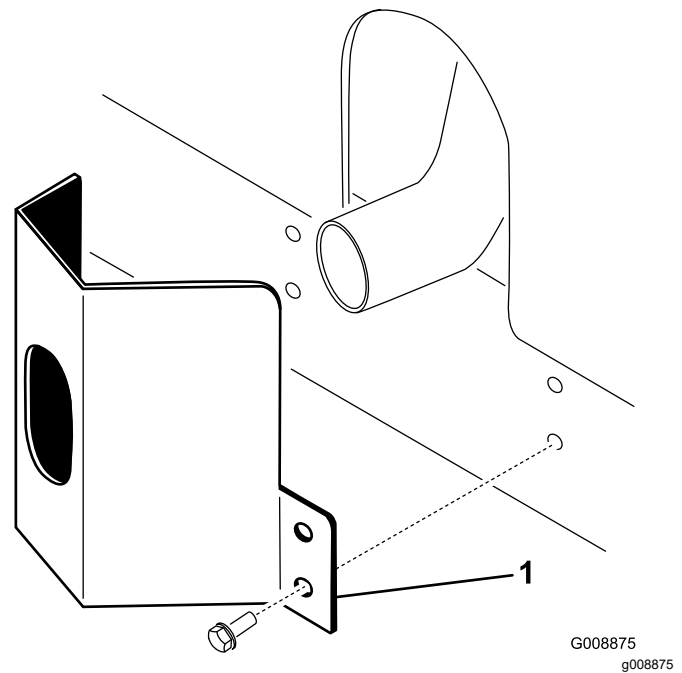

Bild 11
die Befestigungslöcher auf die im Rahmen abstimmen (Bild 11).
2. Befestigen Sie das Auspuffschutzblech mit vier Blechschräuben am Rahmen (Bild 11).